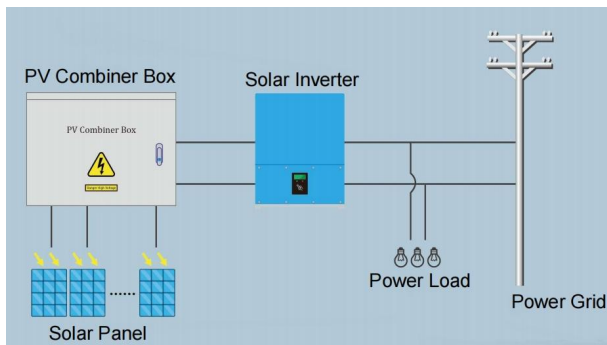

Figura 1
corriente, protección contra sobrecorriente, protección contra sobretensión, protección contra rayos y una serie de funciones de protección perfectas. Esta empresa produce la caja de conexiones fotovoltaica con los diversos requisitos funcionales anteriores y la red fotovoltaica (PV), a partir del inversor de tipo red que admite el uso puede formar un conjunto completo de soluciones de sistema de generación de energía fotovoltaica. Seleccione la caja de conexiones fotovoltaicas, el usuario puede de acuerdo con el rango de voltaje de entrada del inversor del extremo posterior, el tamaño de la potencia de salida, una cierta cantidad de especificaciones de la misma serie de módulos fotovoltaicos, la composición paralela de la serie de módulos fotovoltaicos, coordinar el acceso a la caja de conexiones fotovoltaicas (ver Figura 1) bus, y luego después del control del disyuntor y la protección del dispositivo de protección contra rayos después de la salida para el uso del inversor de nivel.